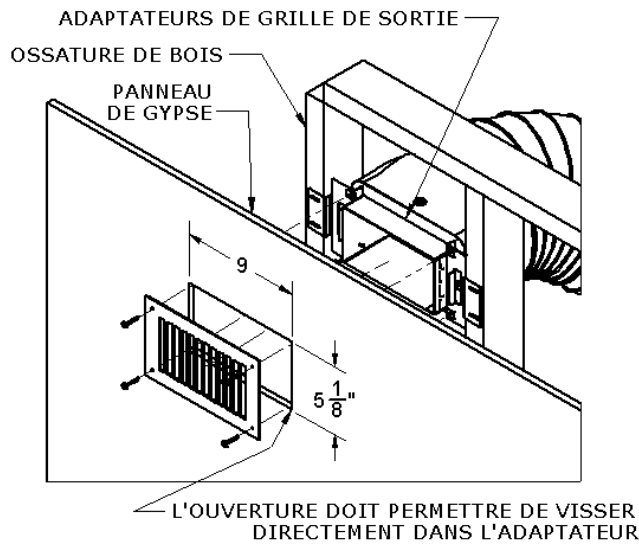
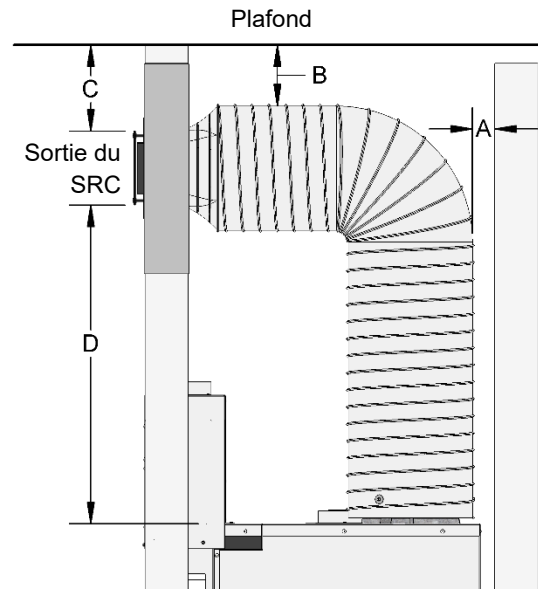

FIGURE 15 ENCADREMENT DES SORTIES DU SRC
FIGURE 16 DÉGAGEMENT DES SORTIES DU SRC (VOIR TABLEAU 3)
L'ossature et la surface du mur autour des sorties d'air chaud du SRC peuvent être en matériaux combustibles (par exemple, montants de bois et panneaux de gypse). Voir Figure 15.
3. Préparez l'ossature nécessaire à l'endroit approprié pour l'installation des sorties d'air chaud (voir Figure 15 ET 5). Assurez-vous de respecter tous les dégagements nécessaires, voir Figure 16 et Tableau 3.